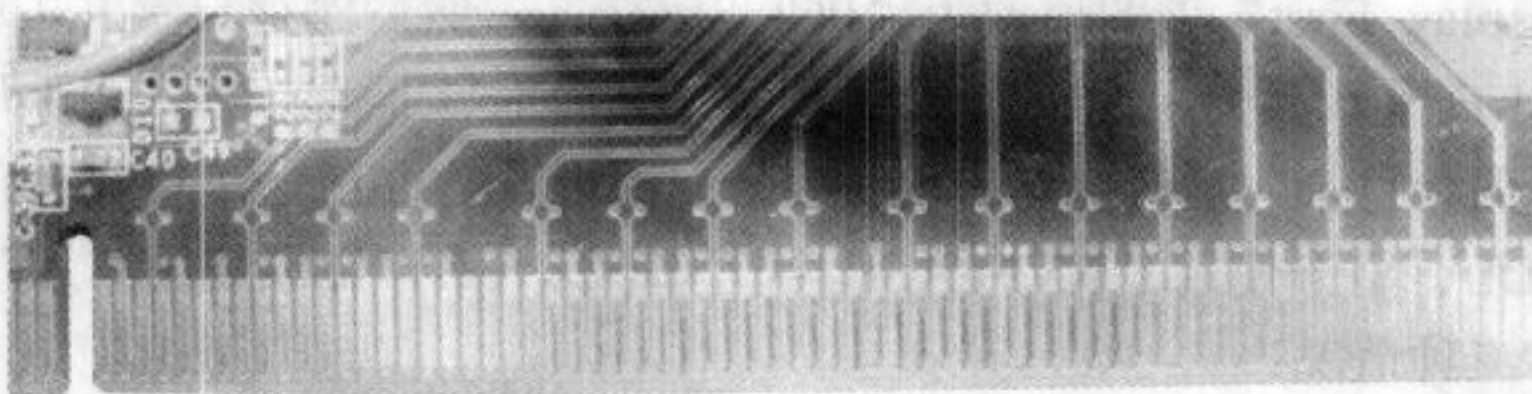

图 3-17 显卡正面信号线
(1) 使用万用表二极管挡，红表笔接地，黑表笔测量显卡正面连接有细线的金手指，一共有 32 根（见图 3-17），值应该全一致。